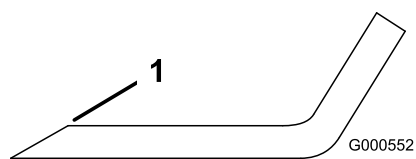

Figura 76
1. Utilice una lima para afilar el filo de corte en ambos extremos de la cuchilla (Figura 76).
Nota: Si la cuchilla no está equilibrada, rebaje algo el metal en la parte de la vela solamente (Figura 76).